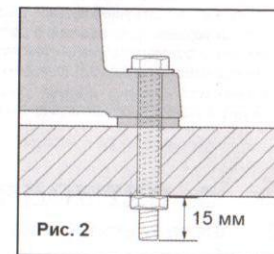

Рис. 2
#### Установка станка на рабочем месте (Рис. 2)
- Поместить станок на верстак, вставить болт с шайбой в крепежные отверстия. Убедитесь, что каждый болт выступает минимум на 15 мм (См. Рис.2).